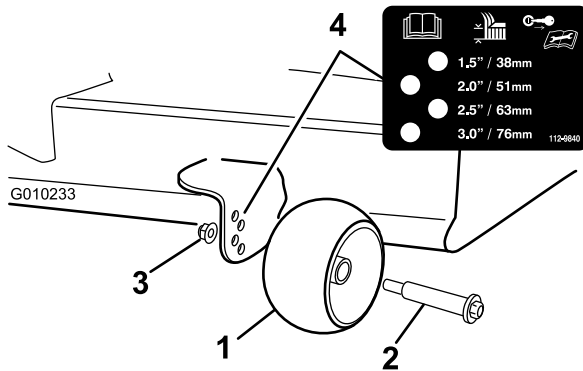

Figure 26
3. Réglez les galets anti-scalp montrés à la Figure 26 à la position correspondant le mieux à la position de hauteur de coupe.